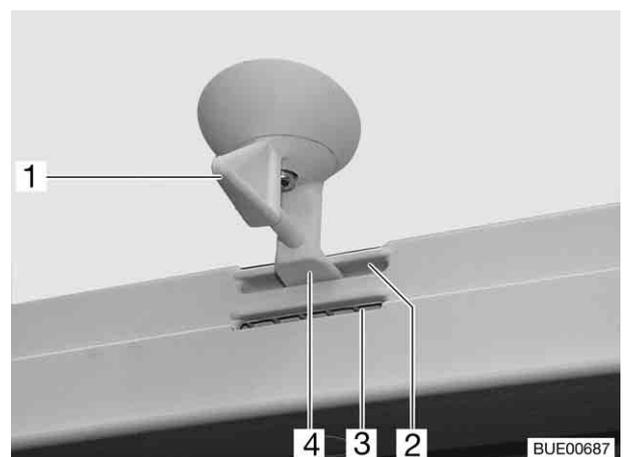
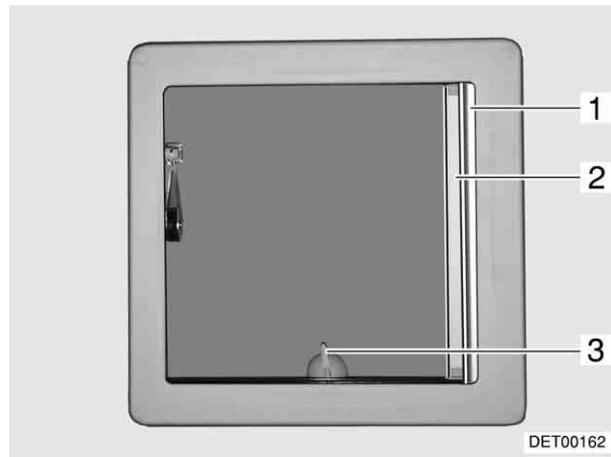

Bild 51 Kipp-Dachhaube, Verriegelung
Bild 52 Kipp-Dachhaube
- Zum Ausstellen den Hebel (Bild 51,1 bzw. Bild 52,3) eine viertel Umdrehung drehen und die Kipp-Dachhaube am Hebel nach oben drücken.
- Die Kipp-Dachhaube am Hebel (Bild 51,1) nach unten ziehen.
- Den Hebel eine viertel Umdrehung drehen. Die Verriegelung (Bild 51,4) muss in die untere Öffnung (Bild 51,3) gleiten.
- Den Hebel eine viertel Umdrehung drehen. Die Verriegelung (Bild 51,4) muss in die obere Öffnung (Bild 51,2) gleiten.
- Faltverdunklung (Bild 52,1) ausziehen und an gewünschter Position loslassen. Die Faltverdunklung bleibt in dieser Position stehen.
- Insektenschutzrollo (Bild 52,2) ausziehen, bis es an der Verriegelung an der gegenüberliegenden Seite einrastet.